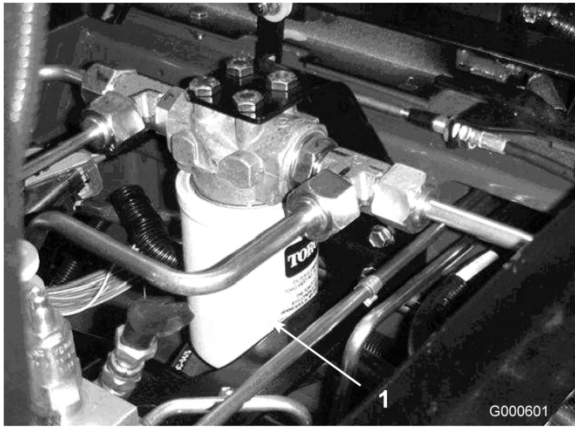

Figura 56
- Limpe a zona de montagem do filtro. Coloque um recipiente de escoamento debaixo do filtro e retire o filtro (Figura 56 e Figura 57).